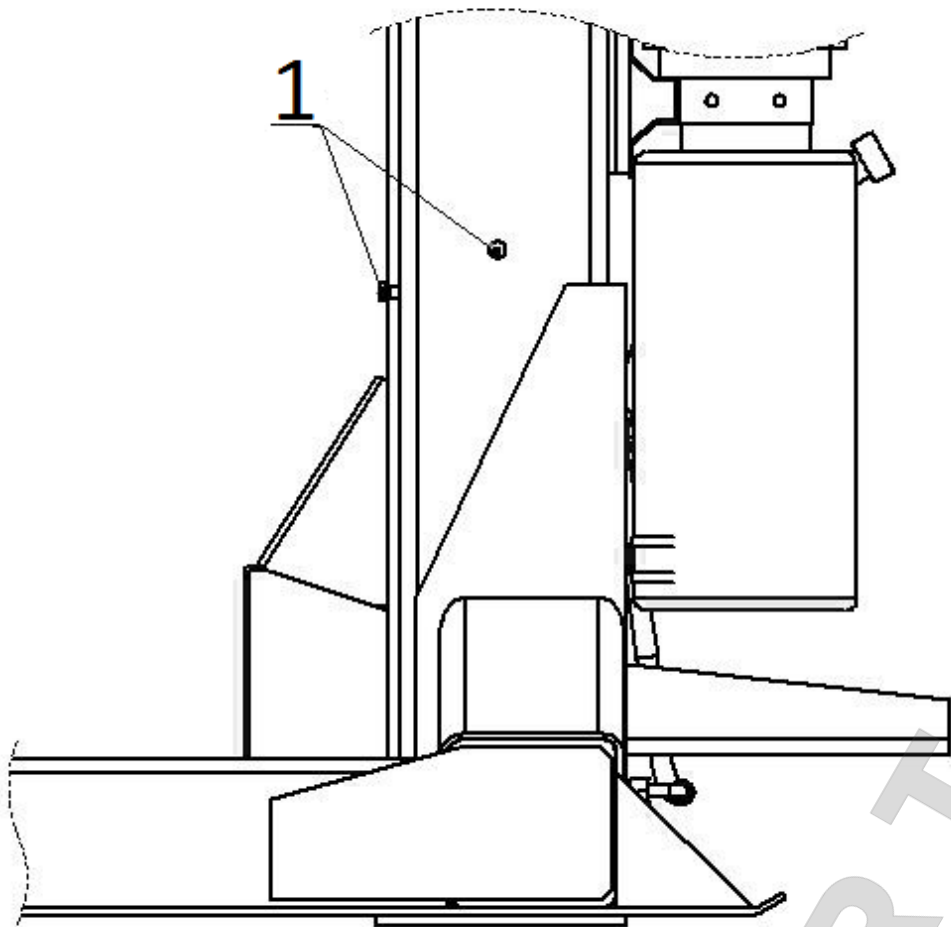

Рис. 5. Расположение транспортировочных болтов на стойке подъемника.
6.2.2. **На каждой стойке вывернуть транспортировочные болты поз.1, фиксирующую рейку системы синхронизации, расположенную внутри колонны, при транспортировке. (см. Рис. 5).**